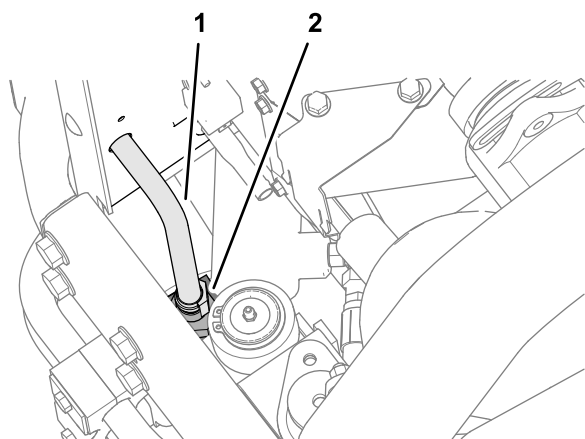

Figur 12
2. Afmonter slangeklemmen, der fastgør hydraulikkølerens indtagsslange til indtagshydraulikrøret, og adskil slangen fra røret (Figur 12).